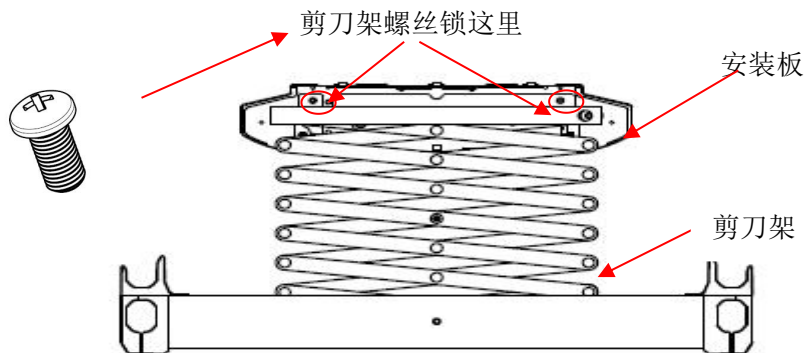
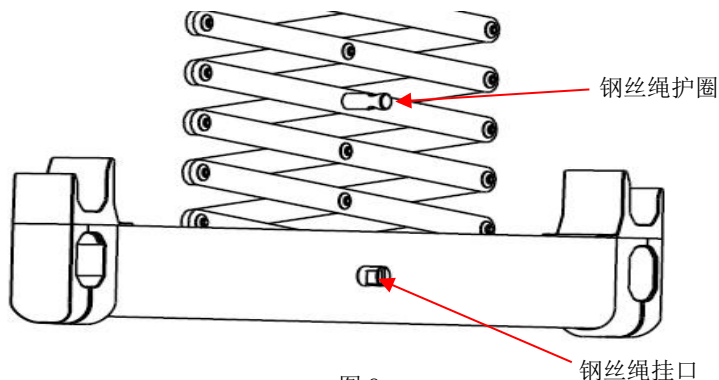

图 7
图 8
- 7、安装剪刀架：先将剪刀架一端滚轮滑进安装板滑槽内，移动剪刀架，使剪刀架滑轨定位孔与安装板螺丝孔对齐，用剪刀架螺丝锁紧剪刀架滑轨（如图 7 所示），将钢丝绳卡头穿过钢丝绳护圈套进钢丝绳挂口内（如图 8 所示），套上钢丝绳挂口盖，剪掉剪刀组扎带。以同样的步骤安装好另一侧剪刀架。